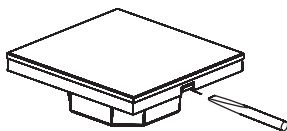

Рисунок 3. Снятие лицевой панели
- 3.5. Отсоедините лицевую панель от корпуса, аккуратно поддев ее плоской отверткой (Рис. 3).